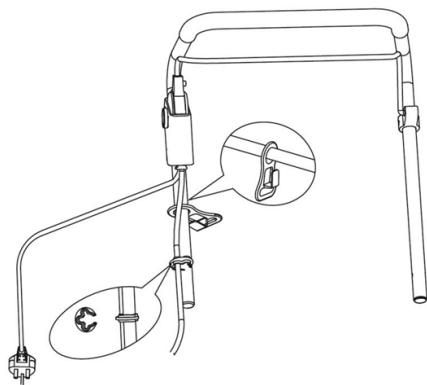

Bild 8
144. Till- och fråkoppling (bild 8)
Säkerhetsknappen (1) låses fast i sitt läge. (Bild 8)
Luta handtaget nedåt för att höja apparatens front något och minska risken för att gräsmattan skadas vid start. Tryck in säkerhetslåsknappen (1) på manöverboxen och dra manöverspaken (2) mot dig medan du håller knappen intryckt. (Fig. 8)